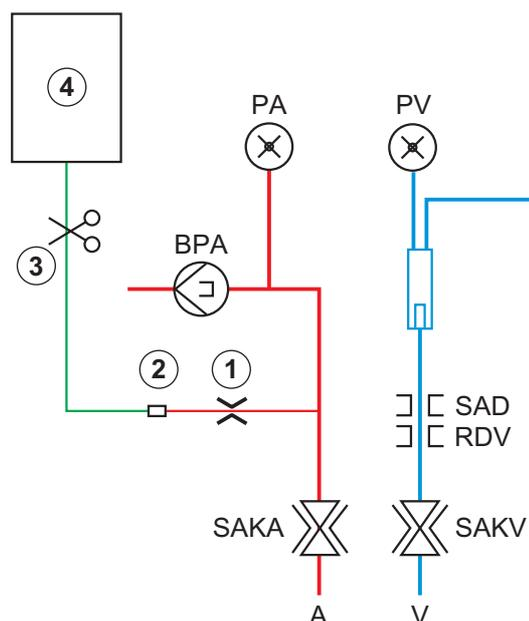

Fig. 6-10 Configuração para o bolus arterial
Utilizando um equipamento de diálise HD, o polo de infusão tem de ser ligado ao saco de solução salina através do adaptador em Y no sistema de linhas de sangue (consulte Fig. 6-10 Configuração para o bolus arterial (144)).
3. Coloque o saco de infusão contendo a solução salina (Fig. 6-10, ④) no suporte.